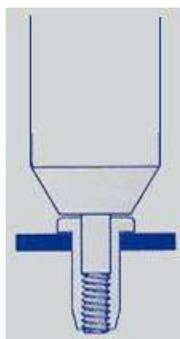

Fig.2
6. Atornillar de forma suave hasta que la remachadora haga tope. (Fig. 2).